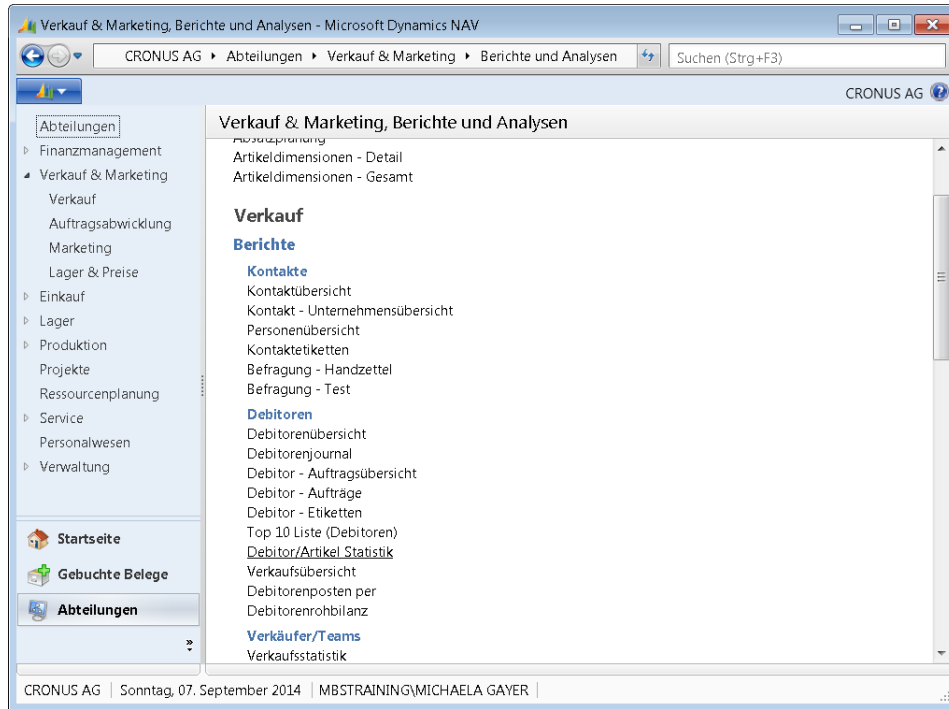

Abbildung 2.12 Aufruf von *Debitor/Artikel Statistik*
1. Wählen Sie zum Ausdruck der *Debitor/Artikel Statistik* den Link *Abteilungen/Verkauf & Marketing/Berichte und Analysen/Debitor/Artikel Statistik* (siehe Abbildung 2.12).